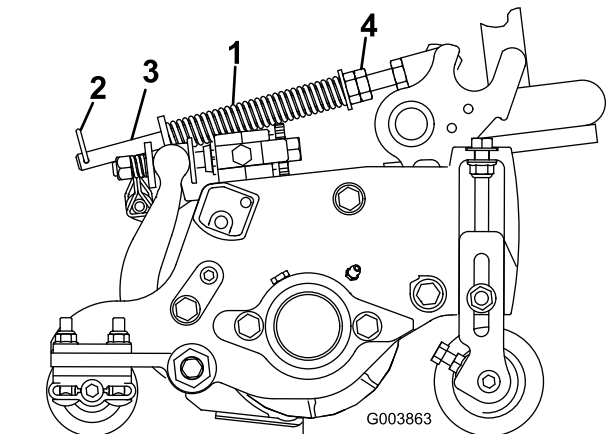

図 15
ターフ補正スプリングは、カッピングユニットの前から後ろへの「体重移動」を行う働きがあります 図 15。これにより、マーセリングやボビングと呼ばれる「波打ったような」仕上がりを防いでいます。
1. スプリングロッドの後穴にヘアピンコッターを忘れずに取り付けてください 図 15。
2. スプリングロッド前部の六角ナットを締めて、スプリング圧縮状態の長さが以下の通りになるようにする5" カッピングユニットでは 12.7 cm 7" カッピングユニットでは 15.9 cm 図 15。